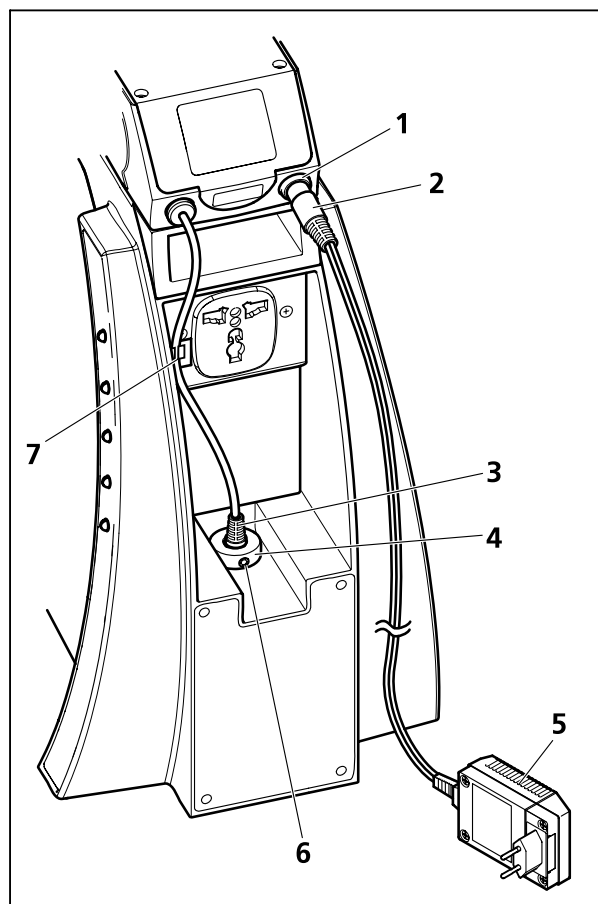

Рисунок 9 Подключение блока питания
- Ослабить резьбовой штифт на обратной стороне микроскопа (Рисунок 9/6), вытянуть штекер (Рисунок 9/2) штекерного сетевого блока (Рисунок 9/5) и вставить его в гнездовой разъём (Рисунок 9/1) осветителя отражённого света.
- Вставить штекер (Рисунок 9/3) осветителя отражённого света в гнездовой разъём (Рисунок 9/4) на штативе и затянуть резьбовой штифт (Рисунок 9/6).
- Вдавить кабель осветителя отражённого света в держатель кабеля (Рисунок 9/7) для фиксации.